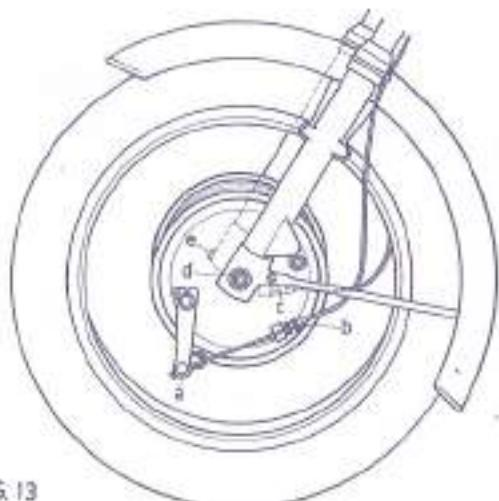

FIG.13
7.3 Aus- und Ebau des Vorderrades (Fig.13)
7.3 Démontage et montage de la roue avant (fig.13)